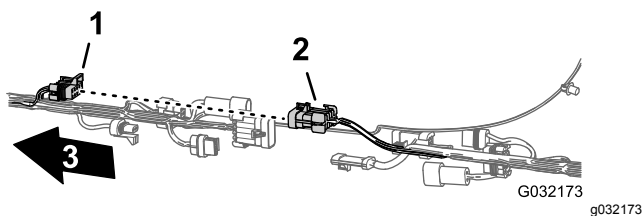
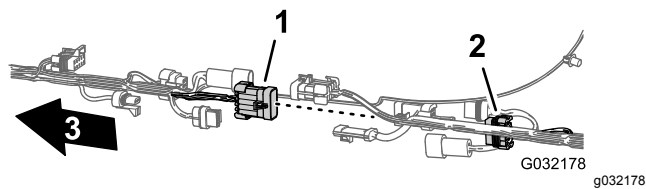

Figura 15
Figura 20
2. Scollegate le 6 paia di connettori tra il cablaggio preassemblato anteriore e posteriore, come illustrato dalla Figura 15 alla Figura 20.